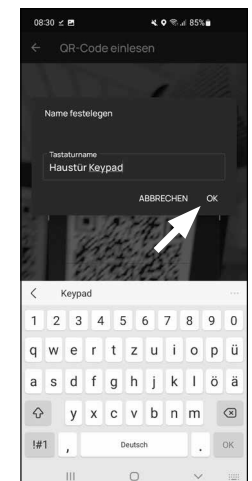

Fig. 10
- 13 Dans la fenêtre suivante, vous avez la possibilité de demander un nom pour le clavier. En cas d'utilisation de plusieurs cylindres et composants secuENTRY, il est recommandé de nommer le clavier de manière à ce que vous puissiez reconnaître immédiatement de quoi il s'agit et où le clavier est situé ou fixé. Dans l'exemple de cette notice, le clavier est dénommé « Keypad de porte d'entrée ». Confirmez le nom par « OK » (Fig. 10).